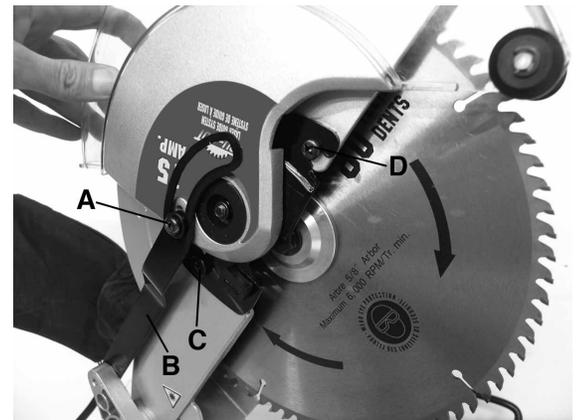

FIGURE 17
5. Pivotez le protège-lame tel que montré, dévissez et retirez les deux vis (C et D) Fig.17 qui fixent la plaque noir sous le protège-lame. Retirez le protège-lame de la scie.